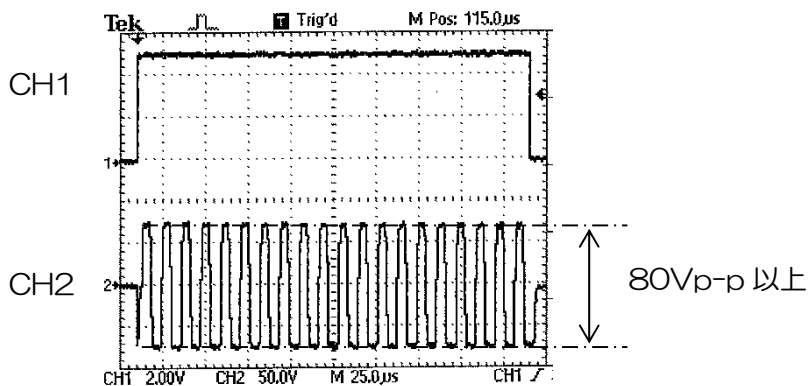

図 4.17 信号波形例
3. 記録器の電源を ON にし、オシロスコープの波形を確認してください。CH1 の立ち上がりでトリガーを設定してください。4 方向とも図 4.17 に示すような波形が確認できた時は、正常です。オシロスコープの CH2 の波形は、センサーエレメントから送波する音の強さの目安となります。80V_{p-p} 以上で正常です。